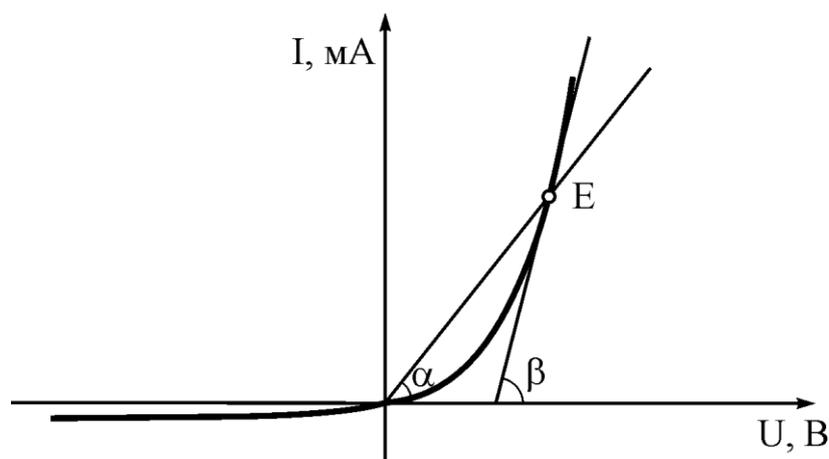

Рисунок 1.9 – Определение статического и динамического сопротивлений диода
- 3.2 Для полученной ВАХ определить величину статических и динамических (дифференциальных) сопротивлений диода при прямом и обратном включении, как показано на рис.1.9